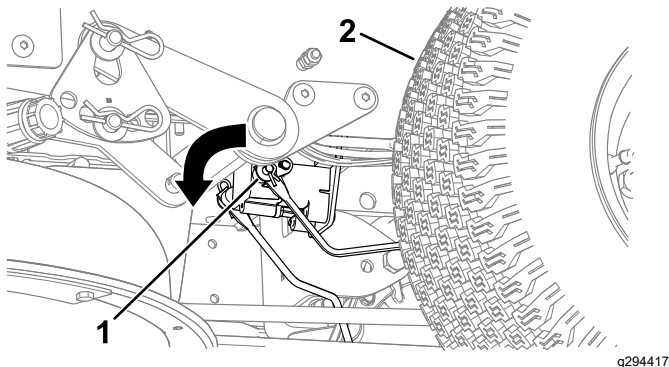

Bild 52
4. Finden Sie die Welle an der elektrischen Bremse, an der die Bremsgestängearme angeschlossen sind (Bild 52).
5. Kippen Sie die Welle nach vorne, um die Bremse zu lösen, wie in Bild 52 dargestellt.